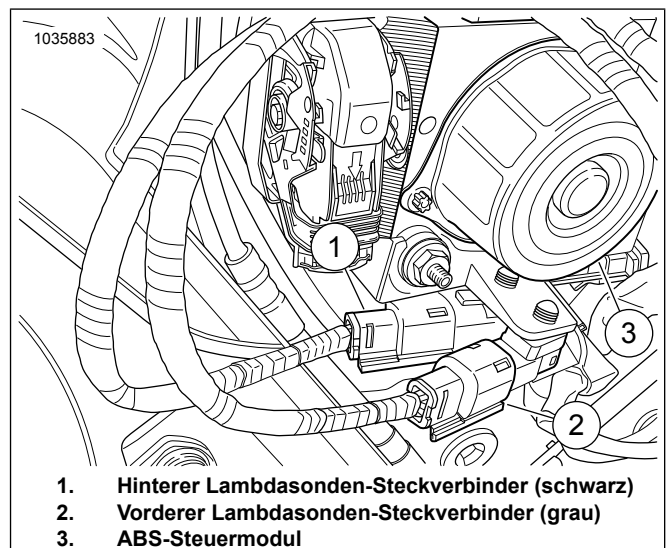

Abbildung 13. ATM-Hauptkabelbaumanschlüsse
12. Siehe Abbildung 13 und Abbildung 8. Die grauen (3) und schwarzen (1) Leiter des Steckverbinder-Kabelbaums hinter dem ABS-Steuermodul (2) herausführen und an den Hauptkabelbaum anschließen. Die Farben der Steckverbinder müssen übereinstimmen: Schwarz mit schwarz und grau mit grau anschließen.